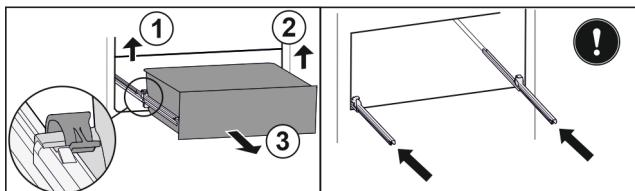

Fig. 144
- Повдигнете лявата скоба и едновременно с това изтеглете напред чекмеджето отляво. Fig. 144 (1)
- Повдигнете дясната скоба и едновременно с това изтеглете напред чекмеджето отдясно. Fig. 144 (2)
- Извадете чекмеджето напред. Fig. 144 (3)